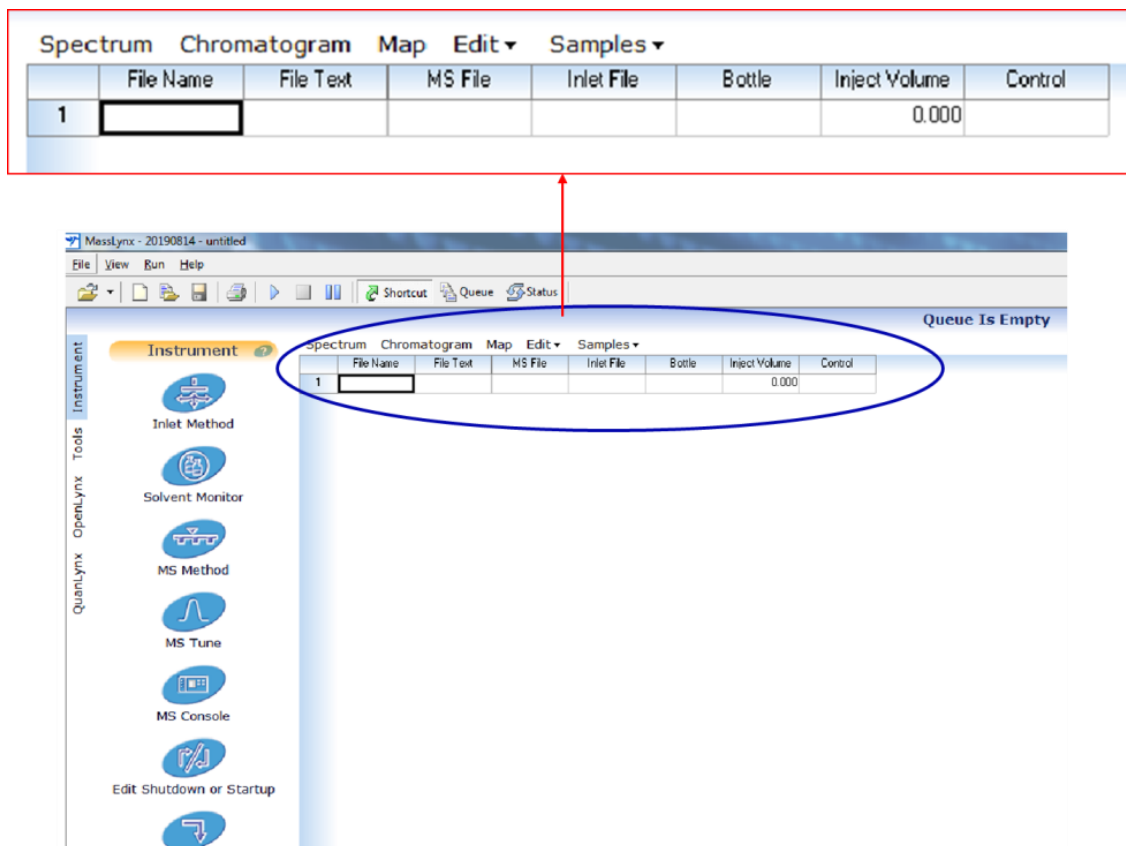

图 6-22
Step1. 回到 Masslynx 主界面，打开个人进样列表或者新建进样列表（图 6-22）。进样列表每一行序列共包含：序列编号, File name, File text, MS File, Inlet File, Bottle, Inject volume 和 Control 共 8 列。选择序列-右键-Add, 可在当前基础上增加数个序列
- ① File name: 必填项，文件名称，即某一样品测试所有结果的总文件命。
- ② File text: 选填项，可输入样品名称或编号等信息；
- ③ MS File: 必填项，质谱方法文件；
- ④ Inlet File: 必填项，色谱方法文件；
- ⑤ Bottle: 必填项，样品瓶位置；
- ⑥ Inject Volume: 必填项，注入体积；
⑦ Control: 选填项。
Step1. 如图 6-22, 在 Masslynx 操作界面主页, 选中 File name 下方空格, 双击至显示光标, 即可输入文件名。